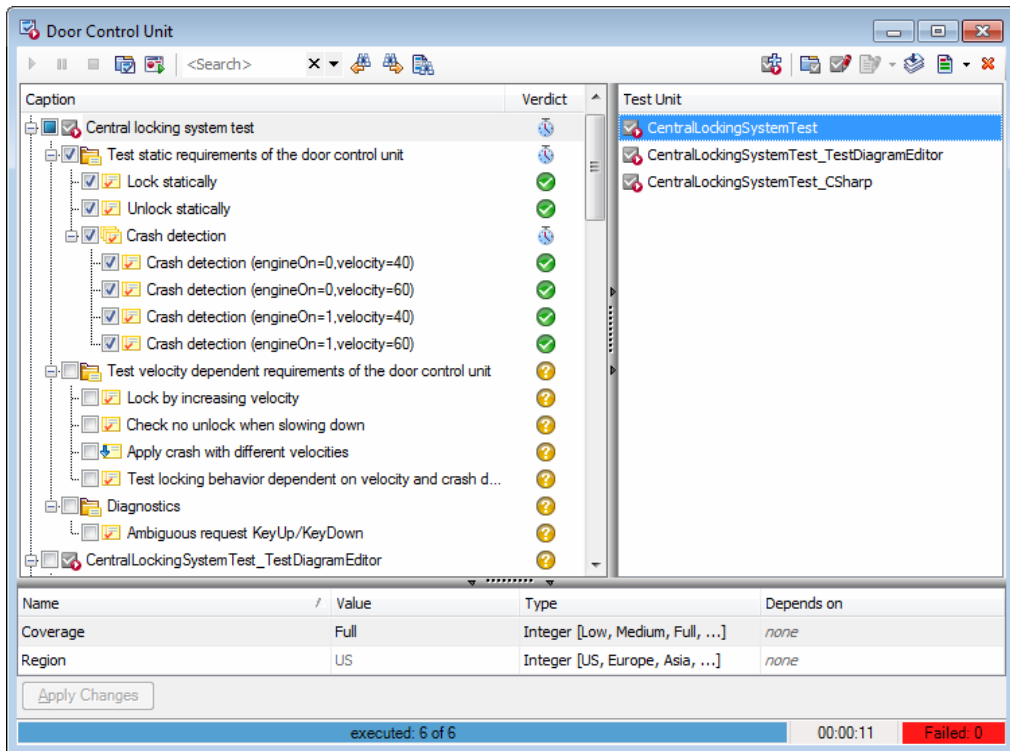

图 3.19 Test Configuration 窗口
(3) Test Configuration Dialog (测试配置) 窗口：一个或多个测试单元可以按照窗口中测试序列的顺序执行，如图 3.19 所示。窗口标题随着测试模块名称而变。